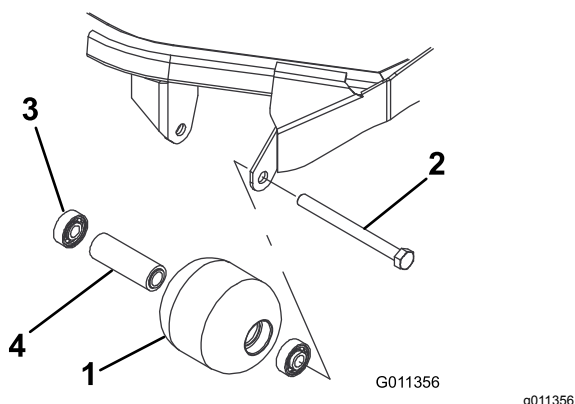

Figura 121
1. Rimuovete il bullone di montaggio del rullo (Figura 121).
distanziale del cuscinetto del rullo (Figura 121). Sostituite tutti i componenti danneggiati e procedete con il loro montaggio.
1. Montate il primo cuscinetto premendolo nell'alloggiamento all'interno del rullo (Figura 121). Premete soltanto sulla pista esterna o, in misura uguale, sulla pista interna ed esterna.
2. Inserite il distanziale (Figura 121).
3. Montate il secondo cuscinetto premendolo nell'alloggiamento all'interno del rullo (Figura 121). Premete in misura uguale sulla pista interna ed esterna, fino a quando la pista interna non tocca il distanziale.